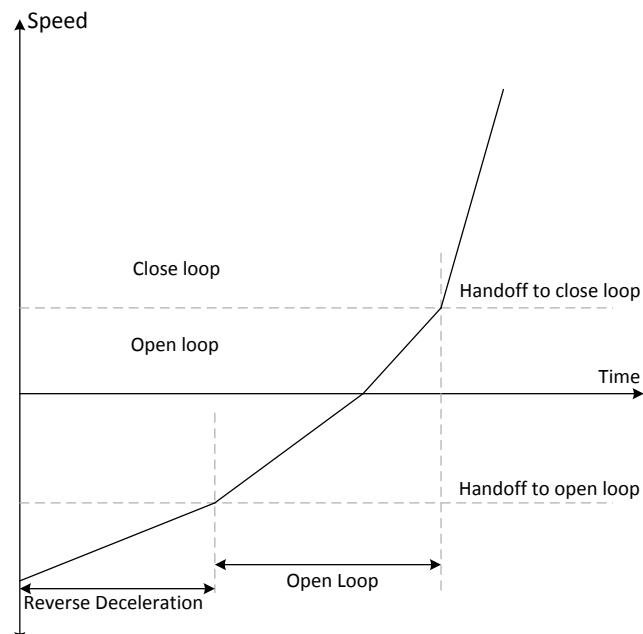

図 7-17. リバース・ドライブ機能
**ISD\_EN** と **RVS\_DR\_EN** の両方が **1b** に設定されており、かつモーターの回転方向が、命令された方向と反対であると ISD が判断した場合、MCT8329A はリバース・ドライブ機能を使ってモーターの回転方向を変更します。リバース・ドライブは、逆方向でのモーター速度との同期、ゼロ速度までの逆方向のモーター減速、方向転換、本デバイスが正方向の閉ループに遷移するまでの正方向 (命令された方向) の開ループ加速から成ります (図 7-17 を参照)。開ループ - 閉ループ・ハンドオフ・スレッショルド (**OPN\_CL\_HANDOFF\_THR**)、開ループ加速度 (**OL\_ACC\_A1**, **OL\_ACC\_A2**)、開ループ電流制限値 (**OL\_ILIMIT**) に関して、MCT8329A は正方向と逆方向で同じパラメータ値を使います。